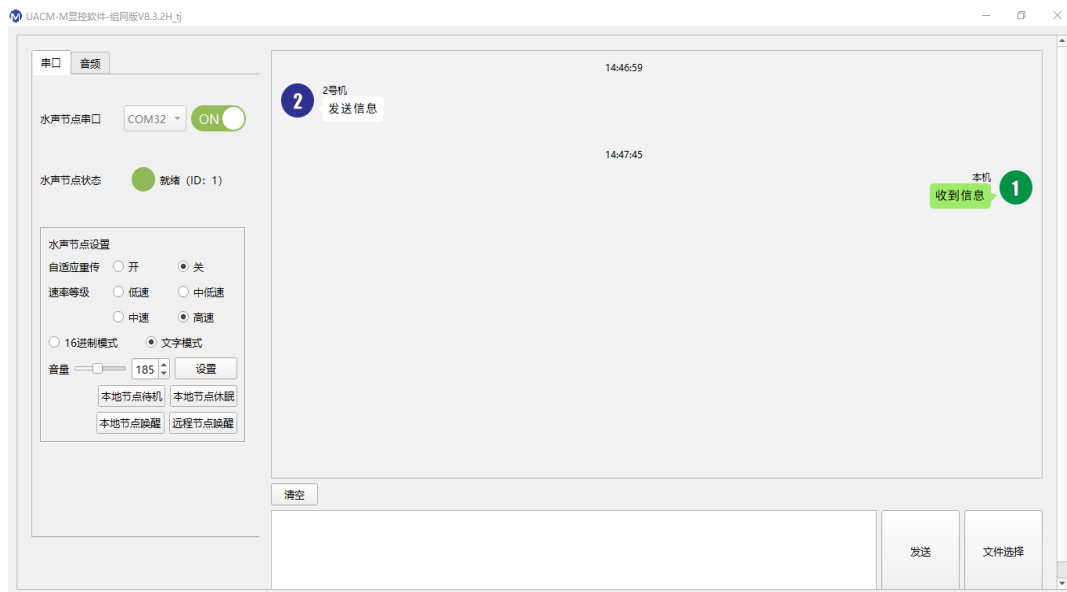

图 15 两台水声通信机互相发送信息
2) 接收端水声通信机同样也可以在输入框内输入文字，点击“发送”按钮，发送端水声通信机显控软件的显示框内会显示文字内容，示例见图 15：